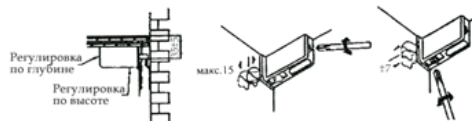

рис.2
- с помощью регулировочных винтов отрегулировать изделие по высоте ( $\pm 7$  мм) и по глубине (макс. 15 мм) (Рис.2);